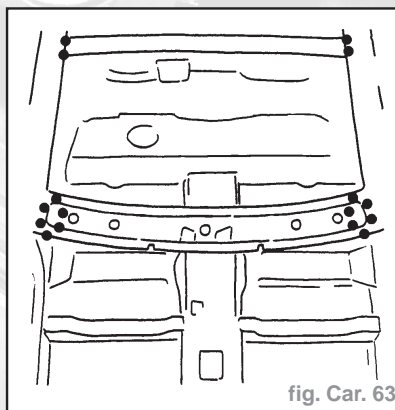

fig. Car. 63
- Dégraffer les points à l'aide d'une fraise de  $\varnothing$  8 mm (fig. Car. 63).